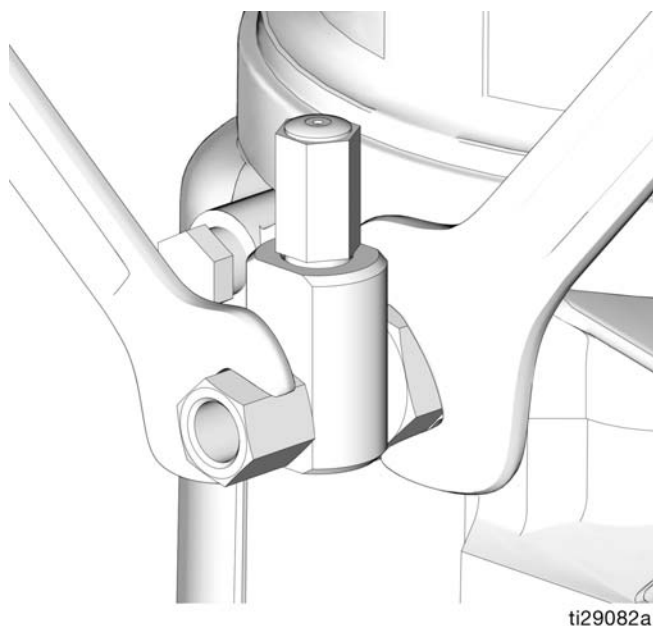

FIG. 26
1. Desserrer le raccord d'élément de pompe (FIG. 26).
3. Serrer le raccord d'élément de pompe à l'aide de deux clés travaillant dans des directions opposées (FIG. 26).